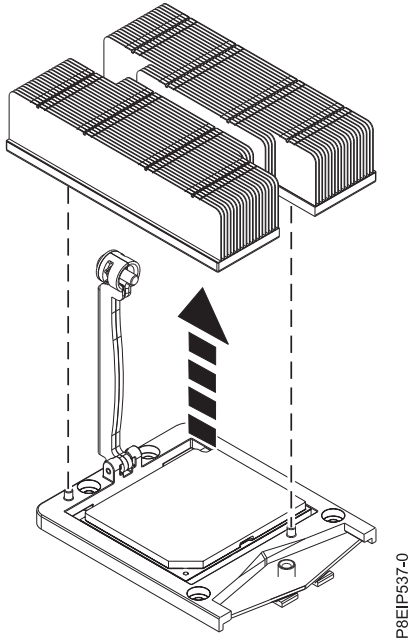

Figura 65. Extracción del disipador térmico
5. Sujete el disipador térmico y extráigalo levantándolo verticalmente, como se muestra en la Figura 65 en la página 60.